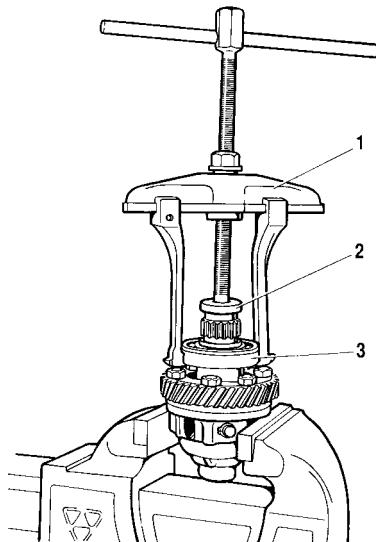

Рис. 3-38. Детали дифференциала раздаточной коробки:
- снимите стопорное кольцо 1 (рис. 3-38) и пружинную шайбу 2 переднего подшипника;
- снимите стопорные кольца 8 (см. рис. 3-38) и пружинную шайбу 14, затем выпрессуйте ось сателлитов и снимите сателлиты и шестерни привода ведущих мостов с опорными шайбами.
Проверьте состояние поверхности шеек шестерен привода мостов и их посадочных отверстий в корпусах дифференциала, а также состояние опорных поверхностей на регулировочных шайбах и сопрягаемых с ними торцевых поверхностей на корпусах и шестернях привода мостов. Обнаруженные повреждения устранит мелкозернистой шлифовальной шкуркой или бархатным напильником; значительно поврежденные или изношенные детали замените. При снятой пружинной шайбе 14 (см. рис. 3-38) убедитесь в отсутствии радиального перемещения стопорных колец 8 в канавках оси 13. В случае обнаружения люфта замените стопорные кольца.